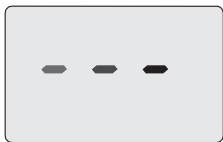
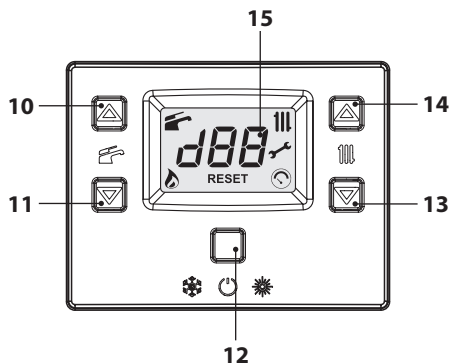

Рис. 6.4
Рис. 6.5
- Подключите котел при помощи двухполюсного выключателя, предусмотренного при установке. На ЖК-дисплее появится символ — — — (последовательно загорающиеся тире, символизирующие движение) (Рис. 6.4).
- Нажмите и удерживайте в течение 2 секунд кнопку 12, пока на дисплее не появятся символы  и , см. Рис. 6.5.
- Выключите котел, нажав и удерживая в течение 2 секунд кнопку 12 (Рис. 6.5), пока на дисплее не появится символ — — — (последовательно загорающиеся тире, символизирующие движение) (Рис. 6.4).